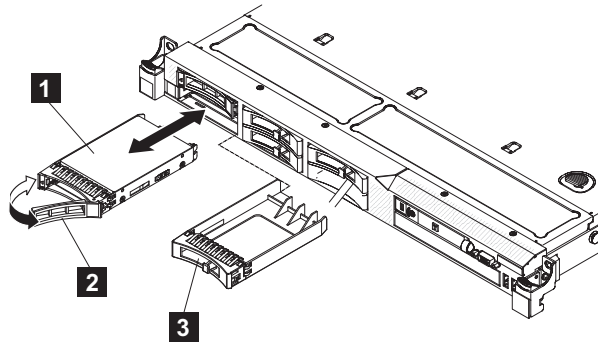

図 112. SAN ボリューム・コントローラー 2145-CG8 または 2145-CF8 ドライブおよびドライブ・ベイ・フィルター
- b. ドライブ・アセンブリーを、144 ページの図 112 に示すように、ベイ内のガイド・レールに位置合わせします。